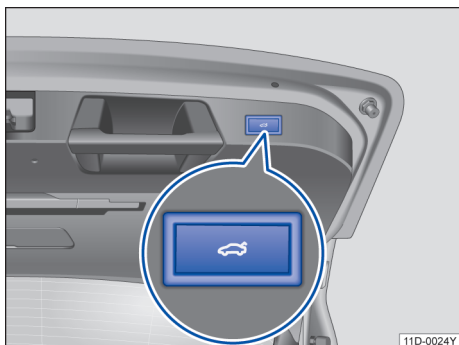

图 53 在打开的行李厢盖内：电动关闭行李厢盖的按钮
- 按压已打开的行李厢盖内的按钮 → 图 53。
- 或：在打开或关闭过程中按压行李厢盖上的按钮 → 图 53。
- 按住行李厢盖内的按钮 → 图 53，直至危险警告灯闪烁为止。